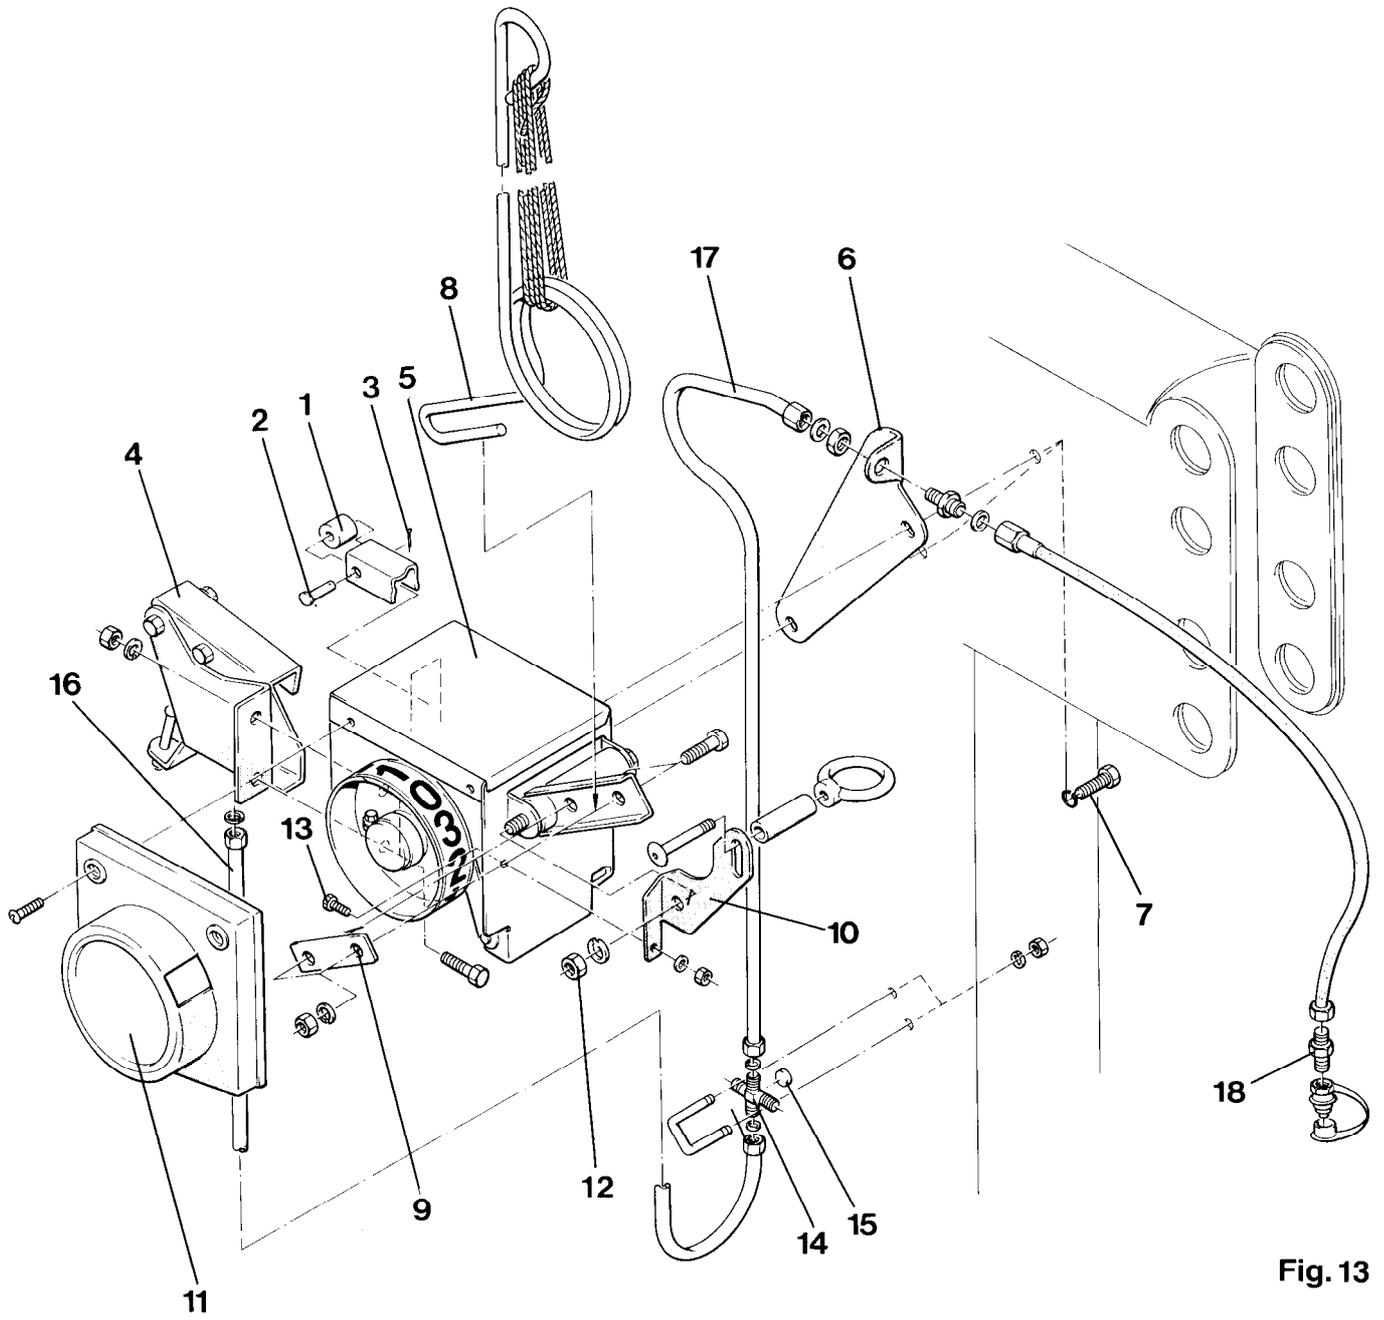

Fig. 13
- 7.1 Bedienungsrolle (Fig. 13/1) mit Absteckbolzen (Fig. 13/2) und Splint 1,6 x 16, DIN 94 (Fig. 13/3) am Bedienungshebel des Schaltkastens befestigen.
- 7.2 Hydraulische Betätigung (Fig. 13/4) für Särad-Fahrgassenschaltung mit 2 Schrauben am hinteren Teil des Schaltkastens befestigen.
- 7.3 Schaltkasten (Fig. 13/5) mit Anschlußeinheit I (Fig. 13/6) mit 2 Skt.-Schrauben M 10x20, DIN 933 (Fig. 13/7) mit Federringen B 10, DIN 127 am oberen Anlenkpunkt der Sämaschine befestigen.
- 7.5 Bedienungsfeder (Fig. 13/8) mit Klemmplatte (Fig. 13/9) am Bedienungshebel des Schaltkastens verschrauben.
- 7.6 Abschaltvorrichtung (Fig. 13/10) an den Befestigungspunkten des Schaltkastens anbringen:
- Schutzhaube (Fig. 13/11) des Schaltkastens abschrauben.
- Abschaltvorrichtung nach dem Lösen mit Skt.-Mutter M10 (Fig. 13/12) und Federring an der Bedienungshebel-Lagerung befestigen.
- Zweite Befestigungsbohrung (Bohrer ϕ 6,5 mm) am Schaltkasten anbringen und Abschaltvorrichtung mit Skt.-Schraube M 6 x 16 (Fig. 13/13) verschrauben.
- Schutzhaube (Fig. 13/11) des Schaltkastens anschrauben.
- 7.7 Verteiler der Hydraulikleitung (Fig. 13/14) befestigen. Polyamidscheibe (Fig. 13/15) als Distanzstück verwenden.
- 7.8 Die Hydraulikleitungen (Fig. 13/16 und 13/17) sind mit Überwurfmutter und Schneidringen am Hubzylinder, an der Anschlußeinheit I (Fig. 13/6) und am Verteiler (Fig. 13/14) zu befestigen.
Der Hydraulikanschluß (Fig. 13/18) ist am Schlepper nur an ein einfach wirkendes Steuer-ventil anzuschließen.
Sollen keine Fahrgassen angelegt werden, aber mit dem Spuranreißer gearbeitet werden, ist die Fahrgassenschaltung zu blockieren. Die Klemmschraube wird in dem Langloch der Abschaltvorrichtung (Fig. 13/10) so weit verschoben, bis ein Weiterschalten an der Bedienungsfeder nicht mehr möglich ist.